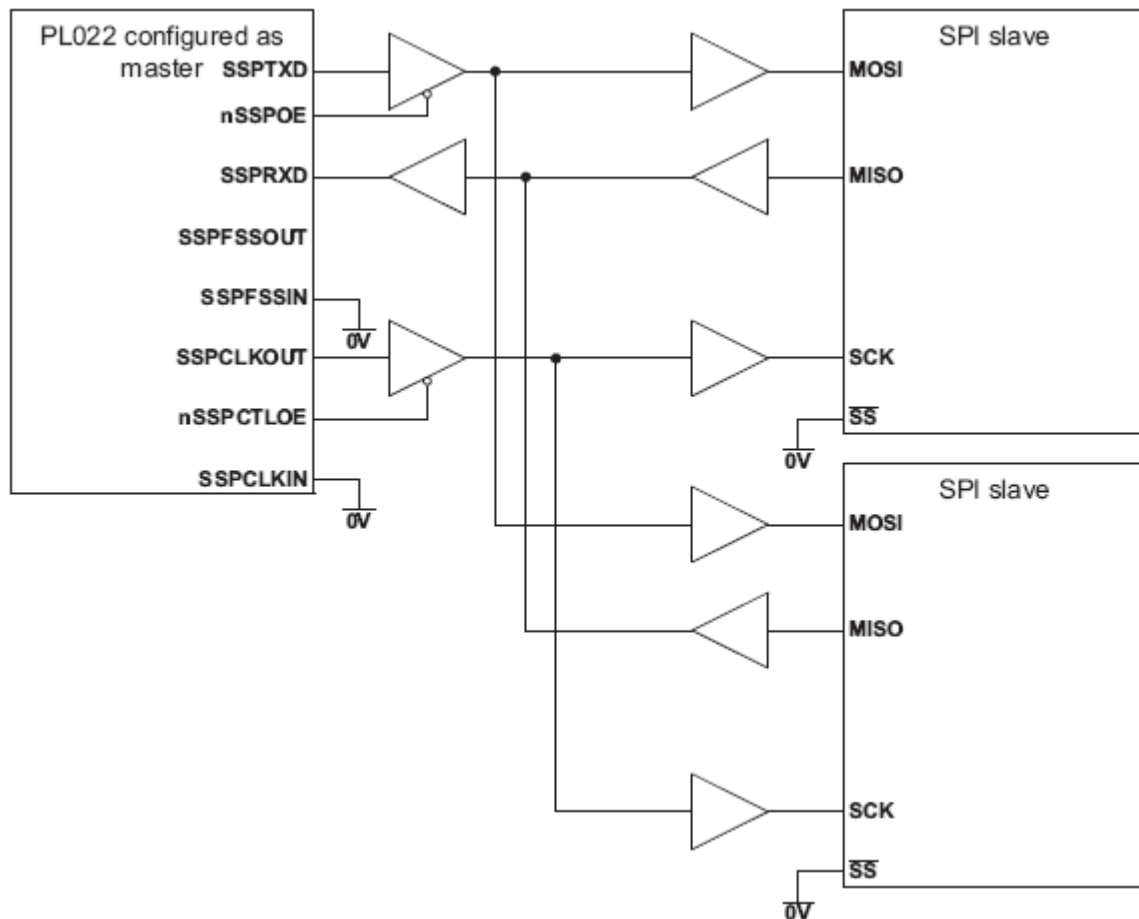

Рисунок 111 – Ведущее устройство SSP подключено к двум ведомым, поддерживающим SPI
Рисунок 111 показывает подключение модуля SSP, сконфигурированного как ведущее устройство, к двум ведомым устройствам, поддерживающим протокол SPI фирмы Motorola. Внешние устройства сконфигурированы как ведомые путем установки в низкий логический уровень сигнала выбора ведомого устройства Slave Select (SS). Как и в предыдущем примере, ведущее устройство способно передавать данные в адрес ведомых циркулярно по линии SSP_TXD. Ответная передача данных на входную линию SSP_RXD ведущего устройства одновременно осуществляется только одним из ведомых по соответствующей линии MISO.